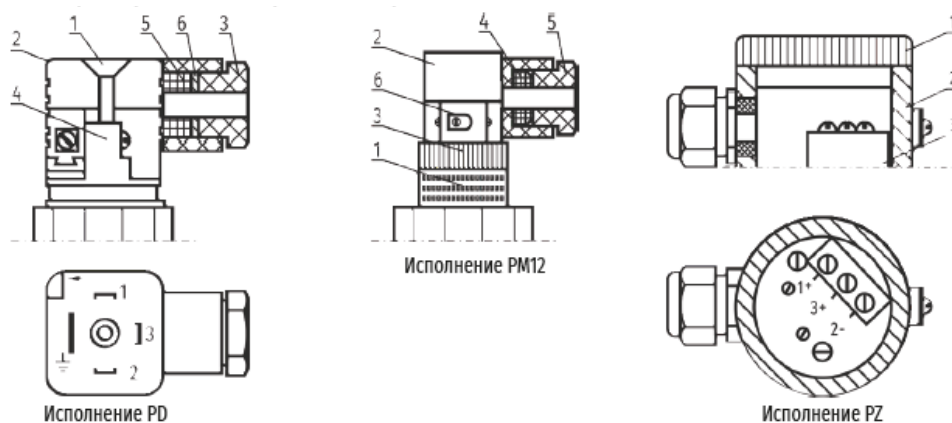

Рисунок 10 – Электрическое подключение исполнений корпусов PD, PZ, PM12
- открутить винт 1, соединяющий угловую коробку с корпусом преобразователя (рисунок 10);
- вращая стальную гайку против часовой стрелки отсоединить розетку от корпуса преобразователя (рисунок 10);
2.2.32 Для электрического присоединения преобразователя с исполнением корпуса PZ (рисунок 10) необходимо: